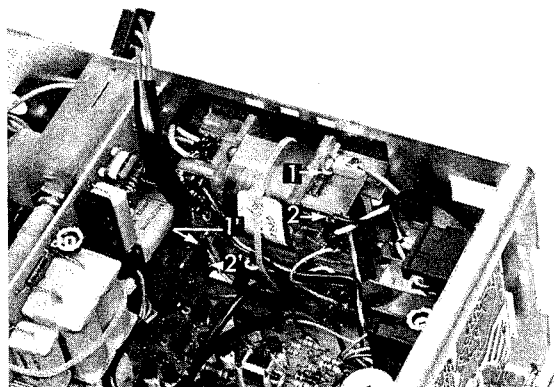

Fig. 2.8. Emplacement des fusibles
- Fusible I (Fig. 2.8.): dessouder les bornes thermiques 1 et 2.
- Fusible II (Fig. 2.8.): enlever le transformateur secteur (voir section 2.3.9.) et dessouder les bornes 1' et 2'.